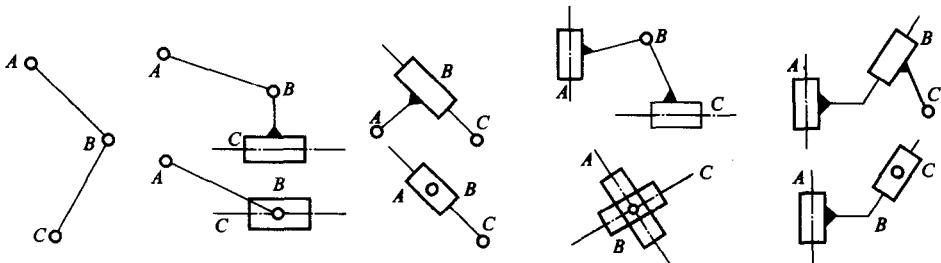

图 2-8 Ⅱ級组
(2) 基本杆组。自由度为零且不能再拆分的构件系统称为基本杆组。最简单的基本杆组由两个构件和三个运动副组成,称为Ⅱ级组(如图2-8所示)。